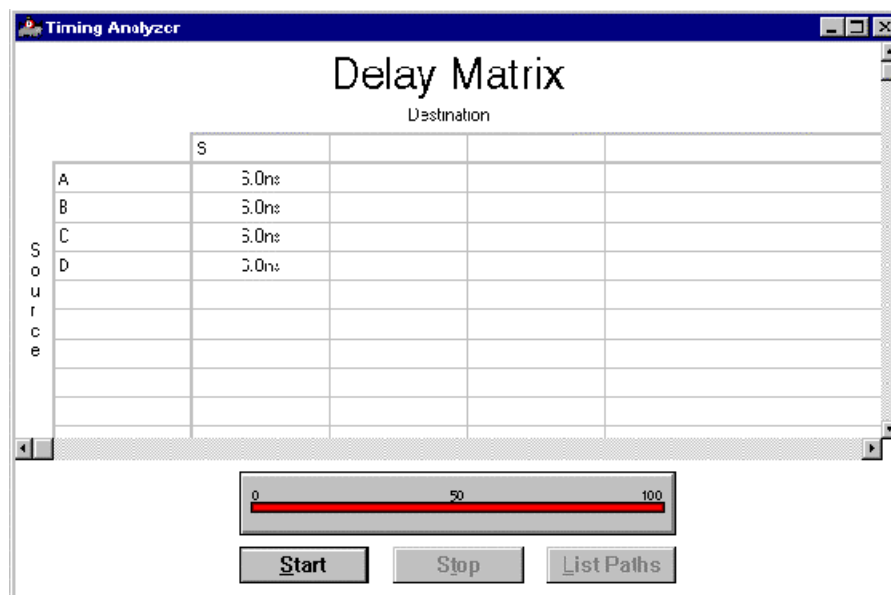

Figura 32
13.1.2 Se necessário, maximize a janela aberta (veja figura 32).